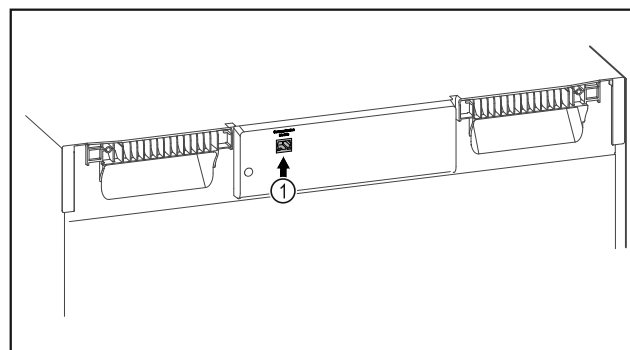

Fig. 101
- ❑ SmartModule Fig. 101 (1) se rabi.